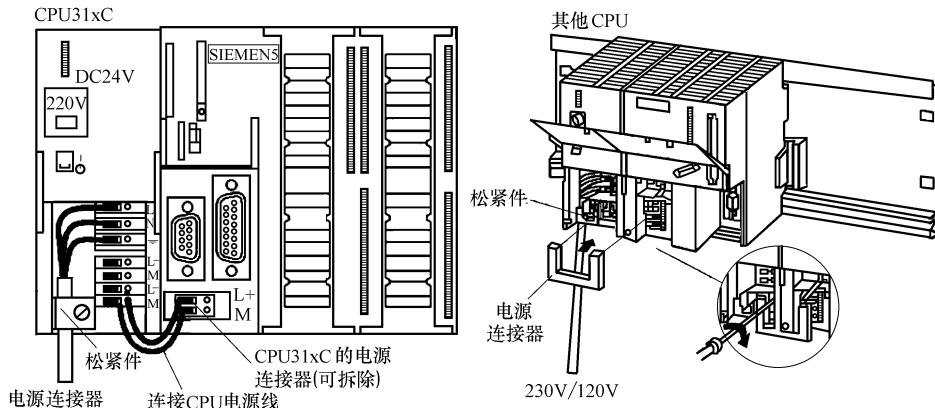

图 2-19 连接电源模块和 CPU 模块
- 5) 对 CPU 进行接线时，分两种情况进行（见图 2-19）：对于 CPU31xC 型号的 CPU，应先剥开 CPU 电源连接导线大约 11mm 的长度，然后将 PS307 的端子“M”和“L+”连接到 CPU 的端子“M”和“L+”；对于其他型号的 CPU，插入连接梳，并拧紧即可。